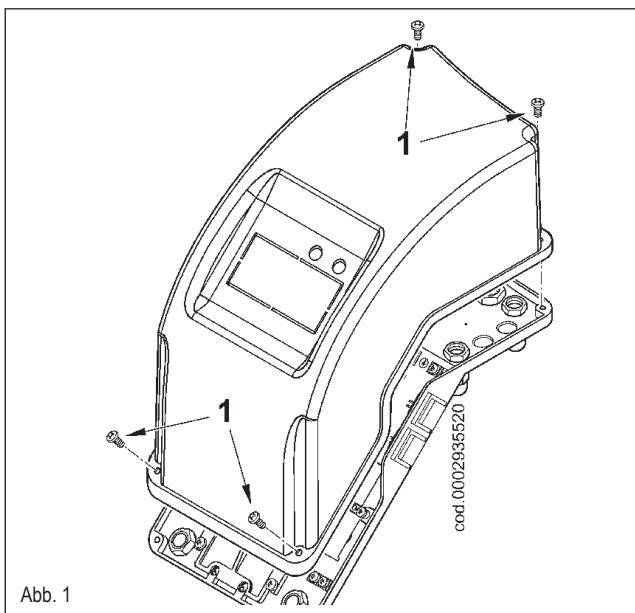

Abb. 1
Die 4 Schrauben (1) lösen, die auf der Abbildung 1 angegeben werden. Den Deckel abnehmen, um an die Schalttafel des Brenners zu gelangen.